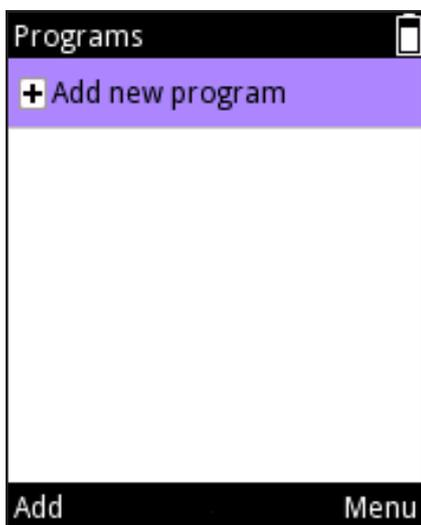

图 D37.
2. 滚动至 Add new program (添加新程序) 并按下  (Add (添加)) 以添加一个新程序 (图 D37)。